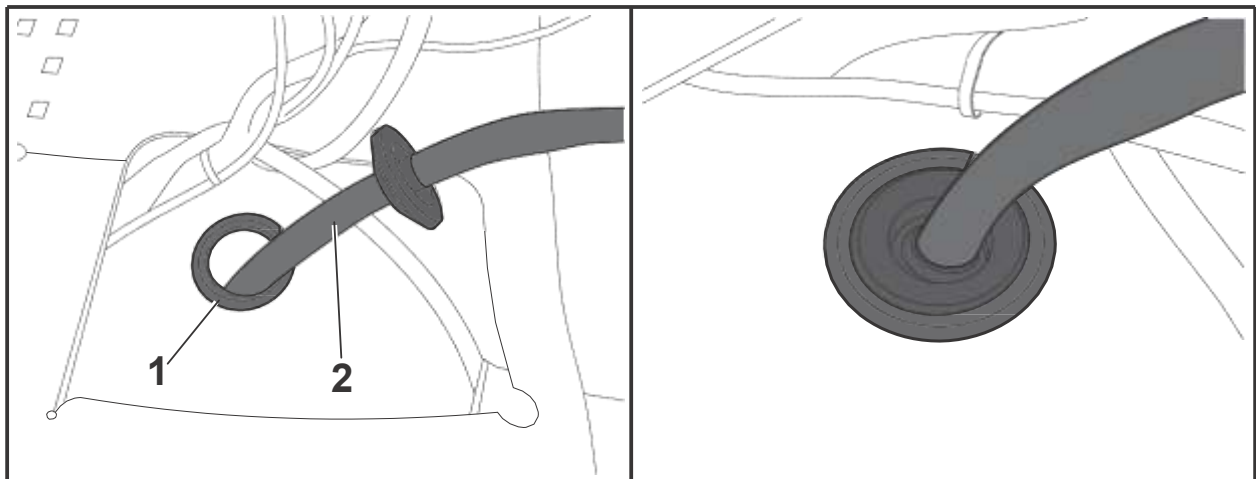

Fig. 2: Ledningsgennemføring dobbelt kabine Fig. 3: Ledningssæt dobbelt kabine
- 7b. Køretøjer med dobbelt kabine: Afmontér køretøjets propper (fig. 2/1) under det venstre sæde, skær proppens indvendige dæksel ud og sæt propper ind i køretøjet igen. Før ledningsstrengen (fig. 2/2) ude fra gennem åbningen i proppen og ind i køretøjets kabine, og luk med kabelgennemføringen, der er fastgjort på ledningsstrengen (fig. 3). Tætn kabelgennemføring/propper med værkstedsmidler (fx butylbånd).